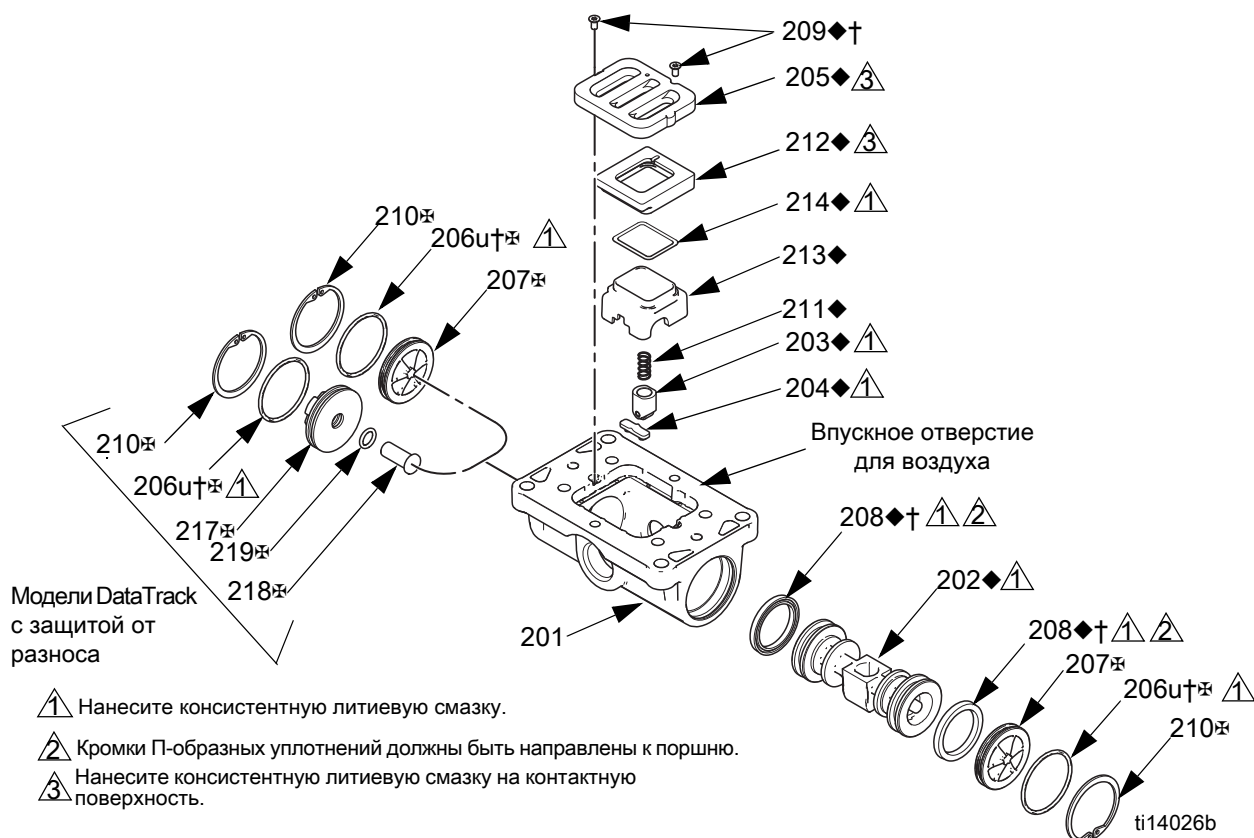

Рис. 4. Узел воздушного клапана
2. См. Рис. 4. Чтобы выкрутить два винта (209), используйте отвертку Torx с жалом звездообразной формы (размеры T8 для алюминия и T9 для пластмассы). Снимите клапанную пластину (205), блок манжеты (212–214), пружину (211) и блок фиксатора (203).
3. Извлеките манжету (213) из основания (212). Извлеките уплотнительное кольцо (214) из манжеты.
4. См. Рис. 4. Снимите стопорное кольцо (210) с каждого торца воздушного клапана. Используйте поршень (202), чтобы вытолкнуть торцевые крышки (207, 217) с концов. Снимите уплотнительные кольца (206) с торцевых крышек. Если модель насоса оснащена соленоидом защиты от разноса, также снимите кнопку освобождения соленоида (218) и уплотнительное кольцо (219).
5. Снимите П-образные уплотнения (208) с концов поршня (202), затем снимите поршень. Извлеките стопорный кулачок (204) из корпуса воздушного клапана (201).